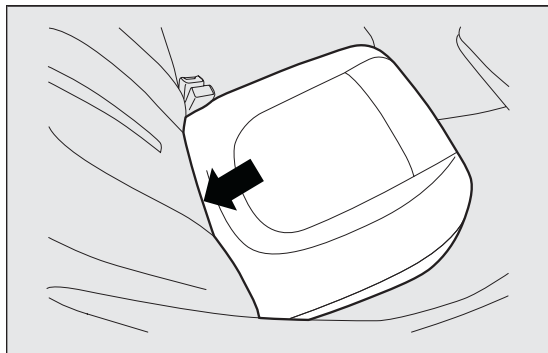

fig. 90
- ☐ ribaltare in avanti il cuscino desiderato fig. 90 agendo nel punto indicato dalla freccia;